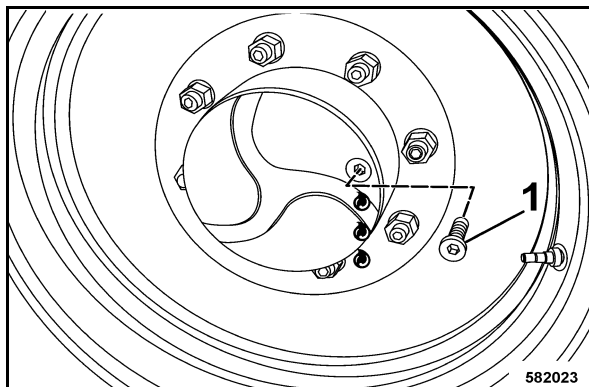

Fig. 131
- Déplacer la machine de sorte que le bouchon de fermeture (1) (Fig. 131) se trouve à l'horizontale.